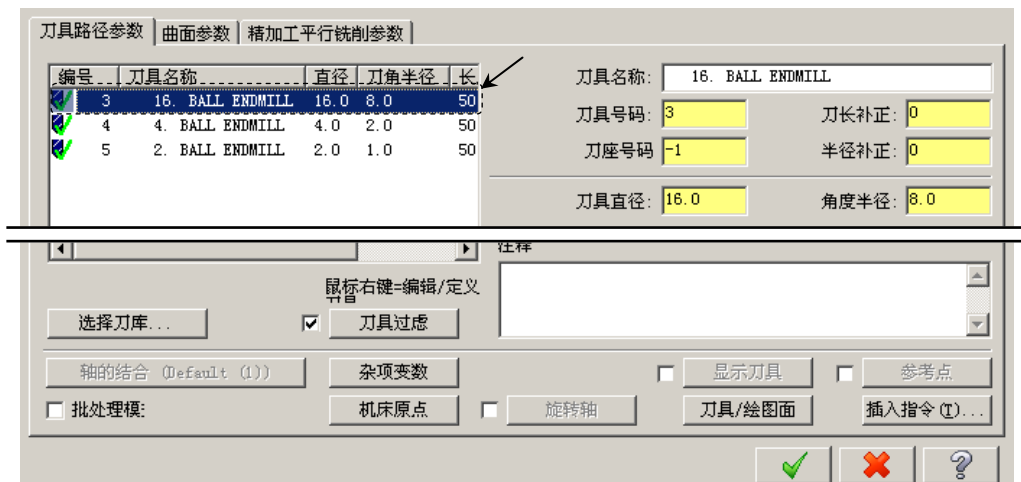

图 14.34 “刀具路径参数”选项卡
(3) 单击 按钮，完成加工区域的设置，同时系统弹出“曲面精加工平行铣削”对话框。
Step3. 选择刀具。在“曲面精加工平行铣削”对话框中选择图 14.34 所示的刀具。